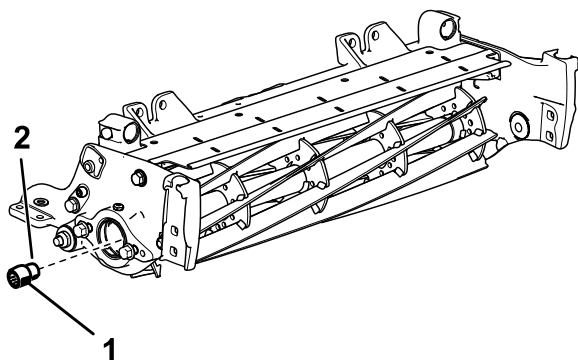

Figura 3
- Retire os adaptadores estriados existentes de cada extremidade do eixo do cilindro utilizando a ferramenta do veio de transmissão do cilindro (Peça n.º TOR4112 para o cilindro de 12,7 cm e peça n.º TOR4074 para o cilindro de 17,8 cm). Consulte Figura 3.